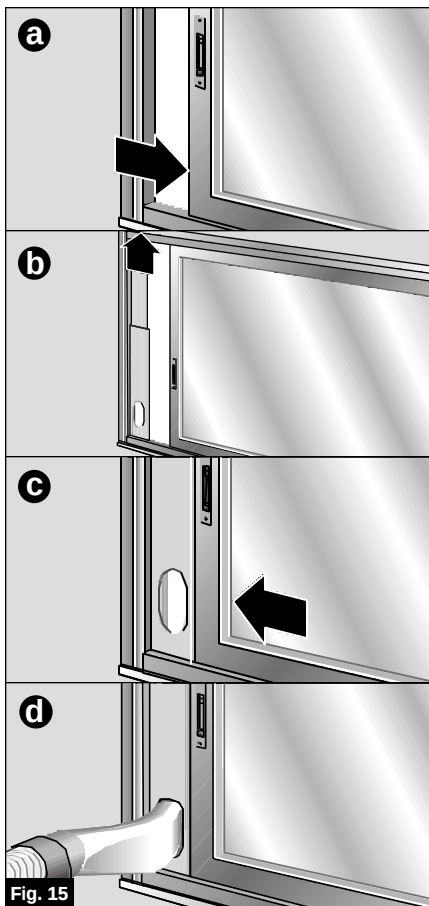

Fig. 15
- Também se pode utilizar o acessório de instalação corredeira janela / terraço (ver "Descrição dos acessórios"), **Fig. 15: a, b, c, d**. Este acessório serve tanto para janelas horizontais como para verticais / terraços.